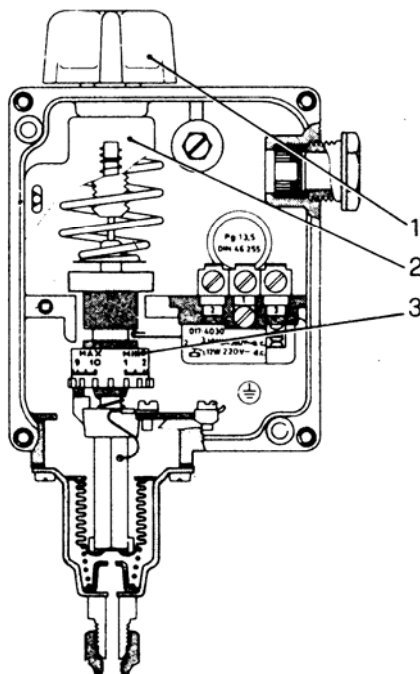

Рис. 4
2.1.2 Рабочее реле давления (Рис. 4)
Калибровка реле давления (Рис. 4):
Для этих генераторов используется модель DANFOSS RT 200, шкала калибровки 0,2-6 бар (см. Рис. 4). Настройка данного реле давления происходит аналогично настройке соответствующего регулирующего реле давления, с единственным дополнением, заключающимся в том, что указатель барабана должен быть установлен на 1, то есть дифференциал равен нулю.